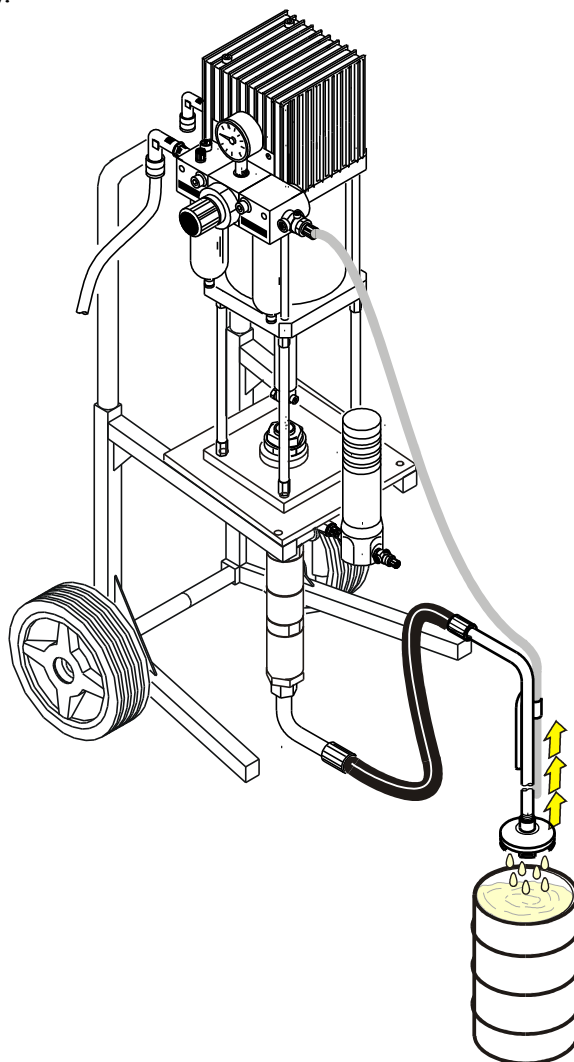

Fig.42
1) Sollevare dal contenitore il tubo di aspirazione ed il tubo di ricircolo, facendo attenzione a non far cadere il prodotto sul terreno (fig.42).